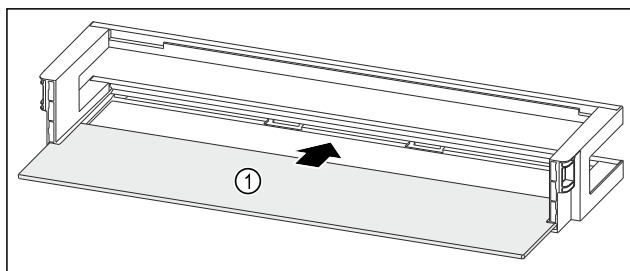

Fig. 197 Ajtópolc tárolólappal
- ▶ Tolja be a tárolólapot Fig. 197 (1) az oldalsó bemarásokba.